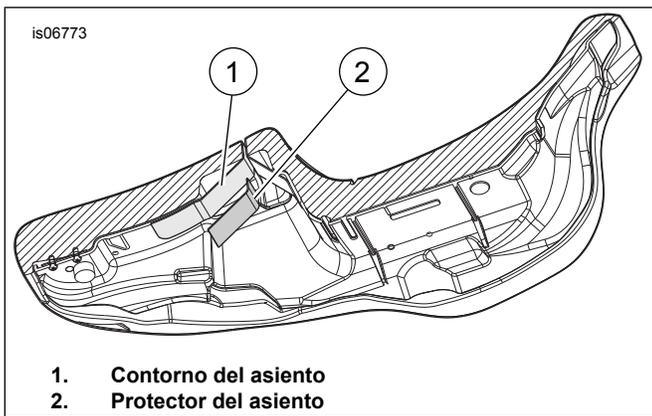

Figura 4. Parte inferior del asiento
13. Figura 4 Toma nota de la forma de la superficie que cubrirá el protector del asiento (2) y moldea con cuidado el protector para que se adapte mejor a los contornos del asiento (1).